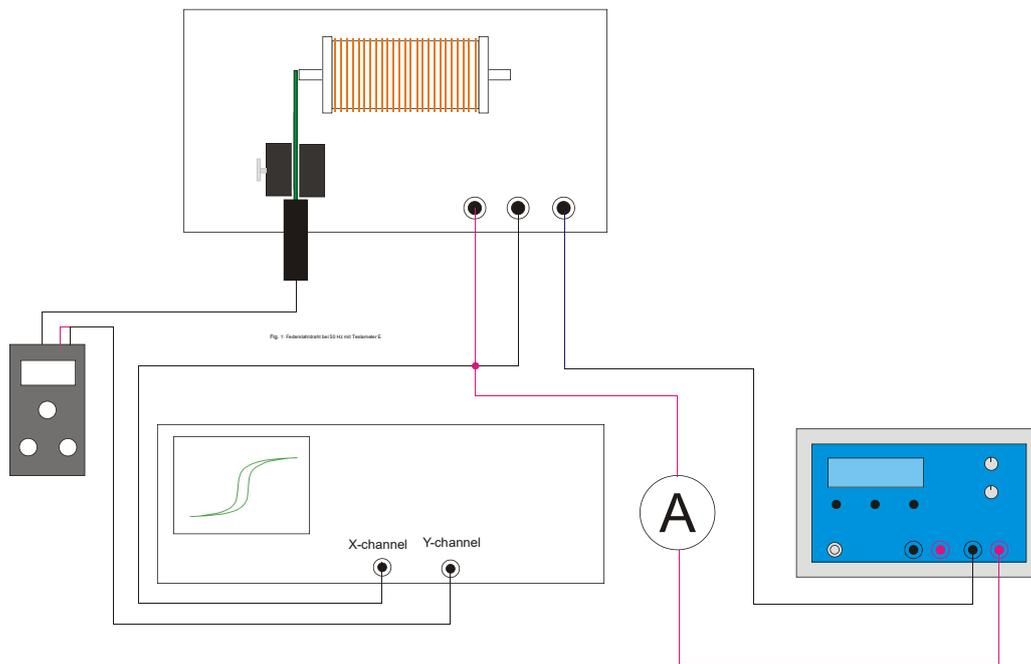

Fig. 1: Struttura sperimentale "misurazione dinamica"
- Montare generatore di funzione, bobina, amperometro, teslametro e oscilloscopio come da Fig. 1.